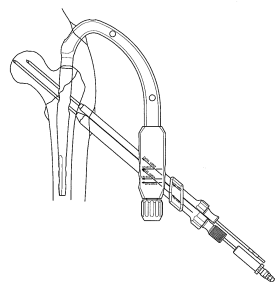

図 1
- 1) 3.2 スレッドレスガイドピンの後端に 3.2 ガイドピンアダプタを装着し、ターゲットデバイスに組み付けたガイドピンスリーブを介して骨頭に向けて刺入します。（図 1）